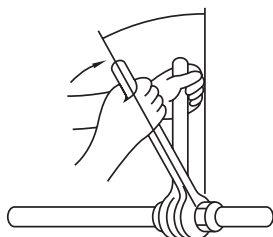

Fig. 5-8
- Нанесіть тонкий шар холодильного мастила на поверхню з'єднання труби. (Fig. 5-8)